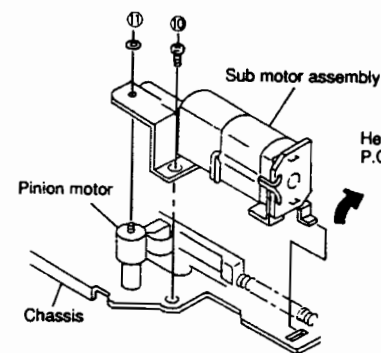

Figure 9
- ② 半田ゴテを使用する際、半田ゴテ先温度 $320^{\circ} \pm 30^{\circ}\text{C}$ 、半田付け時間3秒以下とする。但し、⑫-3は1秒以下とする。
- ③ ルーズ半田、ショート等のないこと。
- (1) Remove M1.2 lock washer ⑪ and one screw ⑩ as shown in Figure 9.
- (2) Remove the sub motor assembly by pulling it up in the direction of the arrow as shown in Figure 9.
- (3) Mount it, following the removal steps in the reverse order.
- ② Take care to avoid damage by piercing and tearing.
- ③ Fasten the one screw with a fastening torque of 6kg.cm.
- (1) ロックワッシャー⑪ (M1.2) と1本のネジ⑩を外します。(図9参照)
- (2) 図中の矢印の方向へ持ち上げながらサブモーター組立を外します。(図9参照)
- (3) 取り外し方の逆の手順で取り付けます。